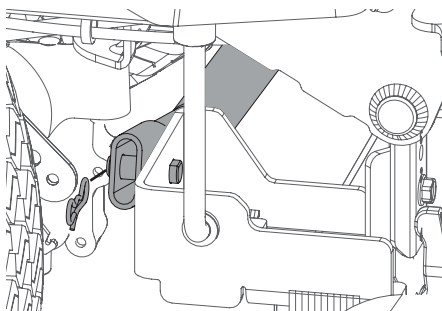

Figure 44
- a. Retirez la goupille fendue sur le côté droit de la barre qui la retient au support du châssis (Figure 44).